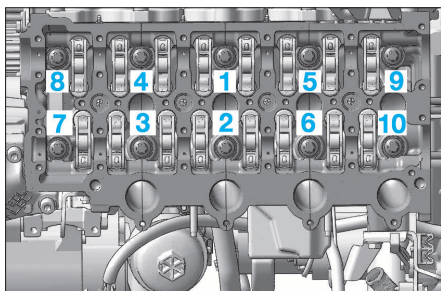

FIG. 66
- Serrer les vis de culasse de 1 à 10 (Fig.66) (à l'aide de l'outil [5]) en 3 passes :